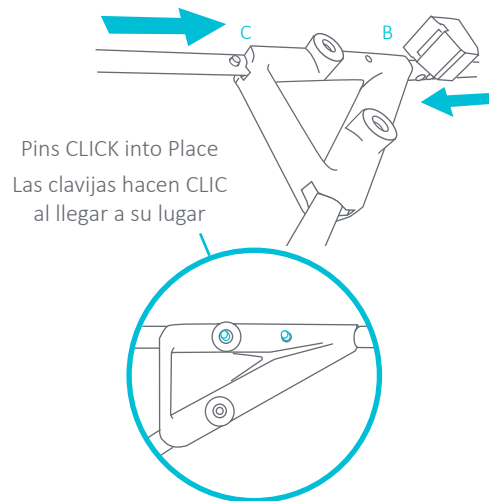

Fig. 2e
**NOTE:** The pins on the 2 Bars must click into position when inserted into the connectors correctly (Fig. 2e).
- Para insertar el alambre del apoyapiés, debe alinear los extremos con la esquina C del conector de 3 vías. Asegúrese de que la pequeña curvatura quede paralela con la superficie y ambos extremos del alambre apunten hacia arriba (Figura 2d). Inserte los extremos en los conectores de 3 vías y asegúrese que hagan clic al llegar a su lugar. **NOTA:** Las clavijas de las 2 barras deben hacer clic al estar en posición cuando se insertan correctamente en los conectores (Fig. 2e).